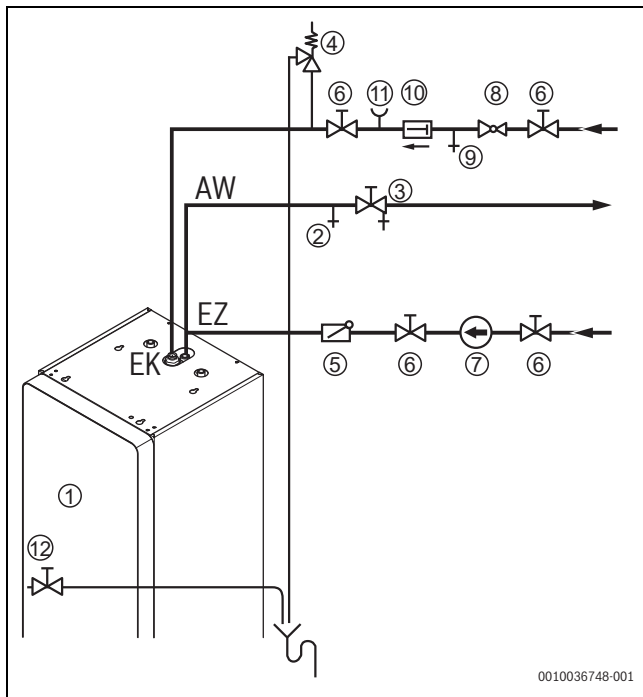

Bild 24 Installation nach DIN 1988 (Prinzipabbildung)
- Für Trinkwasser zugelassenes Sicherheitsventil (→ Bild 24, [4]) ($\geq$ DN 20) in der Kaltwasserleitung bauseits vorsehen.
- Das Sicherheitsventil darf nicht vom Speicher absperrbar sein (→ Bild 24).